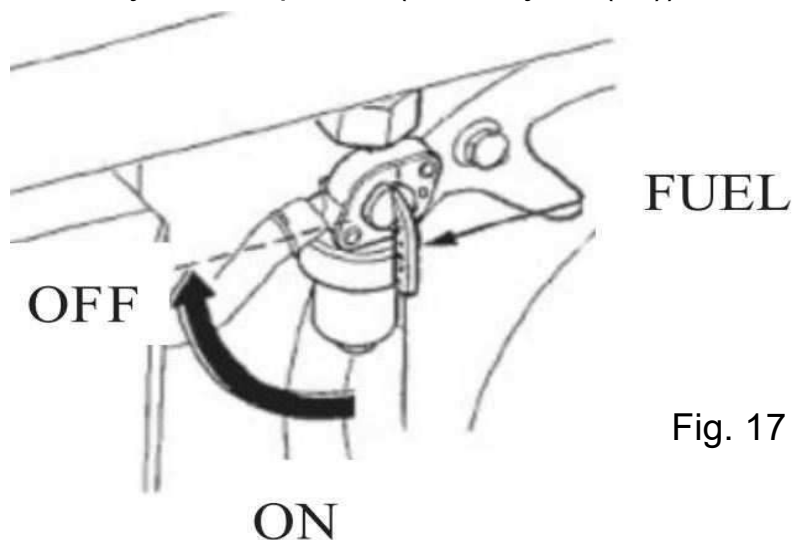

Fig. 17
2. Otworzyć kurek paliwa (patrz str.26 rys.17).